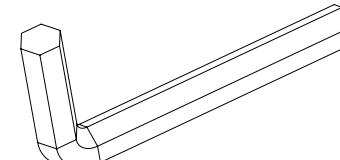

Рис. 5 – Сборочный инструмент
16. Ключ шестигранный 6 мм (Рис. 5) - 1 шт.
6. Вставьте в подставку ножки и зафиксируйте их болтами M8x20 с шайбами с помощью Ключа шестигранного 6 мм (Рис. 5, 11).